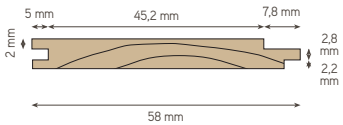

Fig. 1
- En estructuras de madera, albañilería u hormigón, se debe instalar un cadeneteado base, separado como máximo cada 40 cm, según la dirección de instalación del DECOFAZ (Fig. 1). Usar MSD Terminación de 2 x 2 en estructuras de madera o 1 x 2 en albañilería.